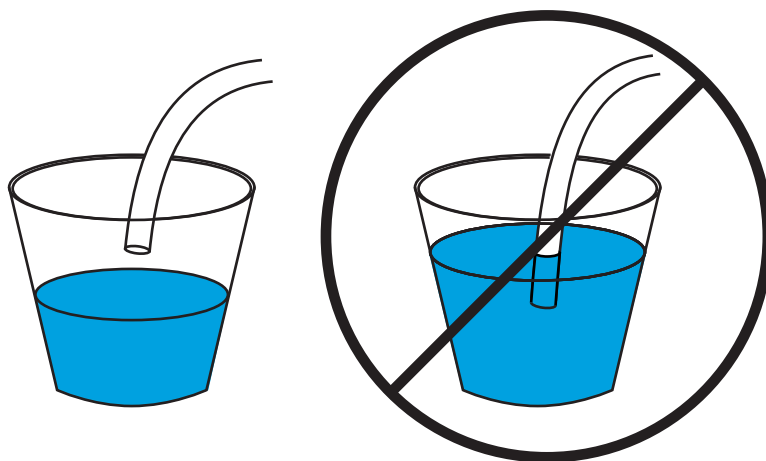

Figura 59 Tubo de vaciado correctamente colgado (izquierda) e incorrectamente sumergido (derecha)
- El extremo abierto del tubo no esté sumergido en el colector (Figura 59).